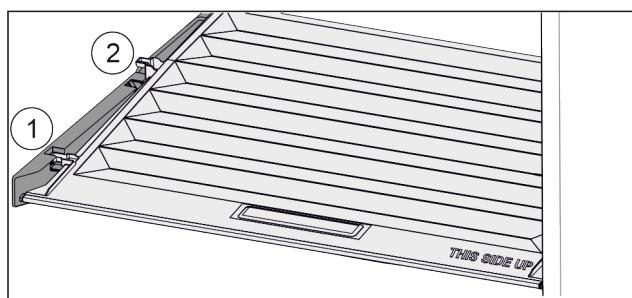

Fig. 26
- Потянуть крышку до отверстия в поддерживающих деталях вперед Fig. 26 (1).
- Поднять сзади снизу и извлечь Fig. 26 (2) движением верх.